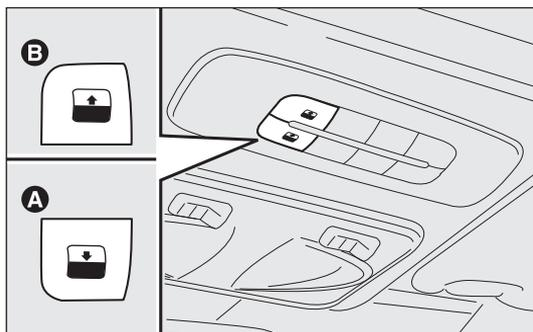

fig. 83
À partir de la position complètement ouverte du toit, appuyer sur le bouton A-fig. 83 et, si l'on agit sur le bouton pendant plus d'une demie seconde, la vitre avant du toit se déplacera automatiquement en position « becquet » ; en agissant de nouveau sur le bouton, la vitre du toit s'arrête dans une position intermédiaire ; appuyer de nouveau sur le bouton A-fig. 83 et maintenir la pression jusqu'à la fermeture complète du panneau.
- appuyer sur le bouton A-fig. 83 en position de fermeture ;